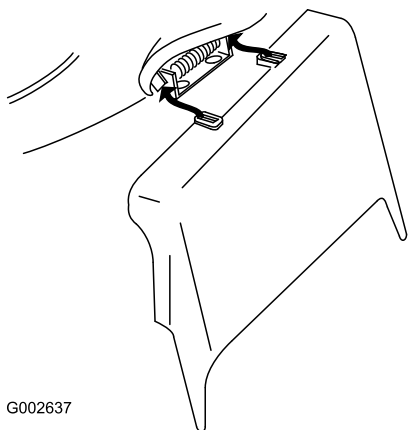

Рисунок 34
3. Установите боковой желоб для выброса и закройте дверцу на желобе (Рисунок 34).